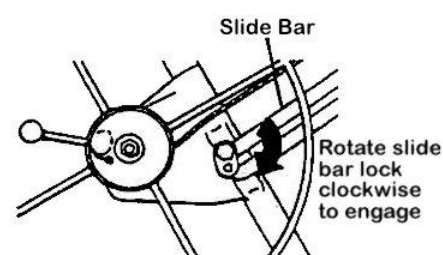

Figure 5
5. Trageți ușor troluiul înapoi spre cadru, va provoca automat blocarea ghidajului, ceea ce va ține troluiul în poziția sa cea mai extinsă (Fig. 5).